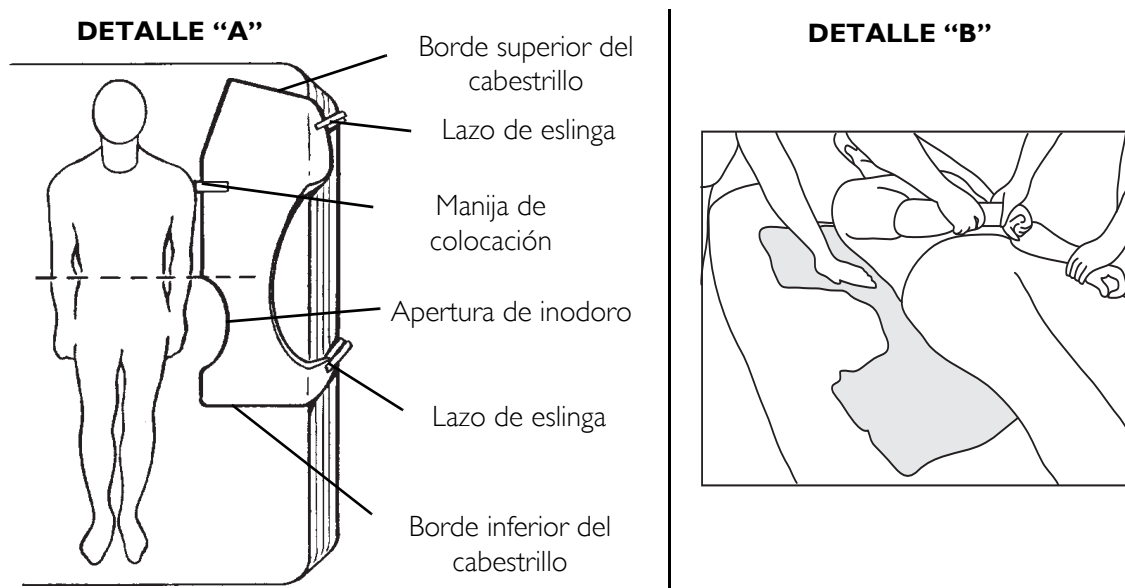
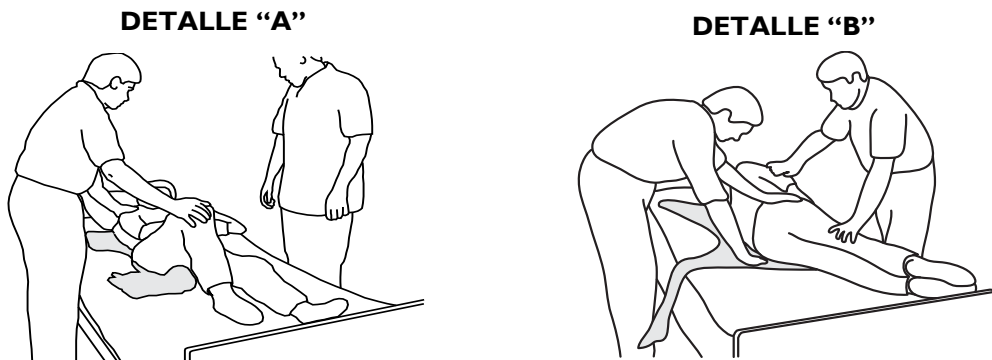

FIGURE 4.1 Posicionamiento de la eslinga estándar
FIGURE 4.2 Paciente del balanceo sobre su lado
NOTA: Para este procedimiento, consulte la FIGURE 4.1 and FIGURE 4.2 on page 63.
8. Con un asistente a cada lado de la cama y contra el colchón, el asistente del costado derecho de la cama elevará la rodilla izquierda y colocará su mano izquierda en la rodilla elevada y su mano derecha debajo del hombro derecho del paciente, empujando lentamente la rodilla y ayudará a levantar suavemente el hombro del paciente para girarlo de costado. Consulte el ejemplo “B” de FIGURE 4.1.